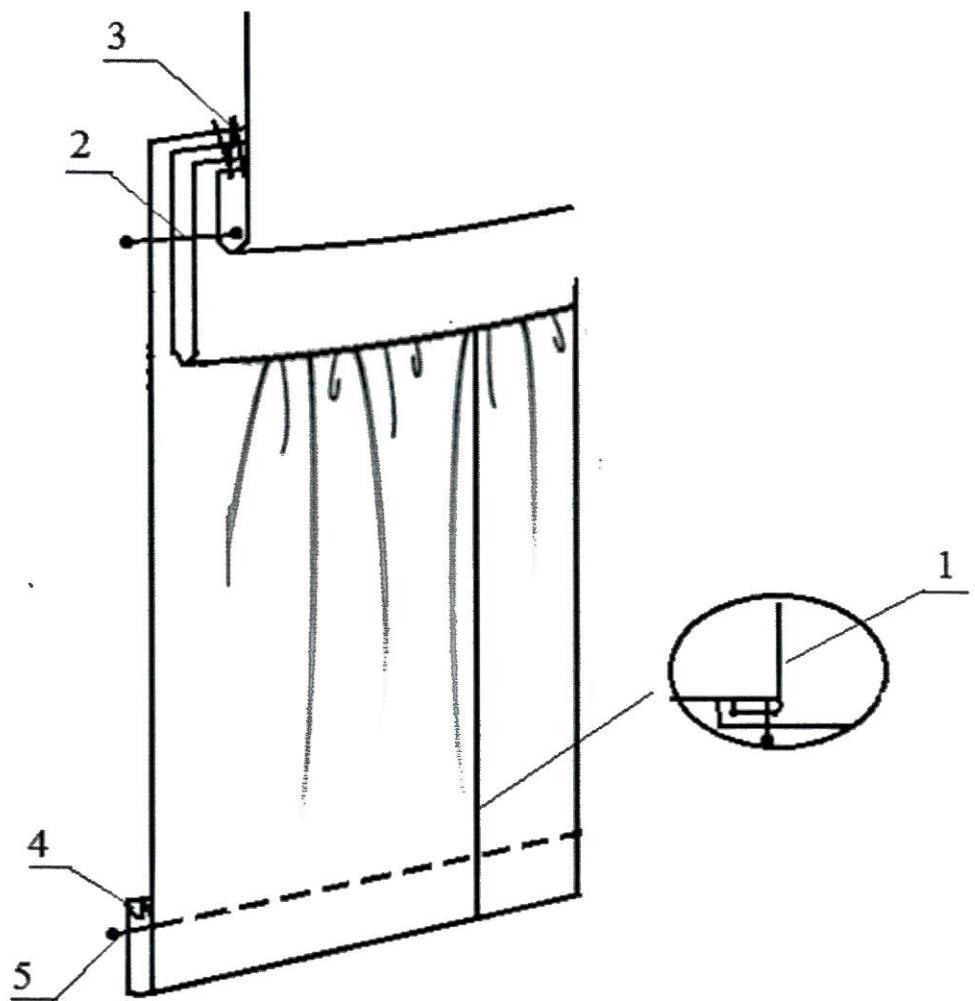

Рисунок 2 – Схема обработки рукава свитшота
2) При пошиве можете воспользоваться рекомендованной технологической последовательностью изготовления, приведенной ниже (стр. 7), а также схемой обработки (стр. 8, рис. 2), или применить свой метод изготовления, не ухудшающий качество и полностью соответствующий заданному внешнему виду фрагмента модели женского свитшота.